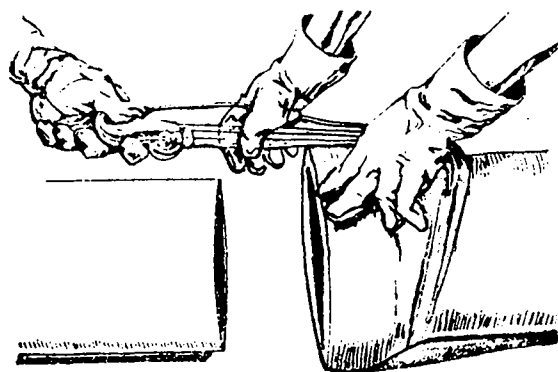

FIG. 3
2.º Passo — Prenda a corrente ou cabo de aço, junto a bolsa (fig. 3).